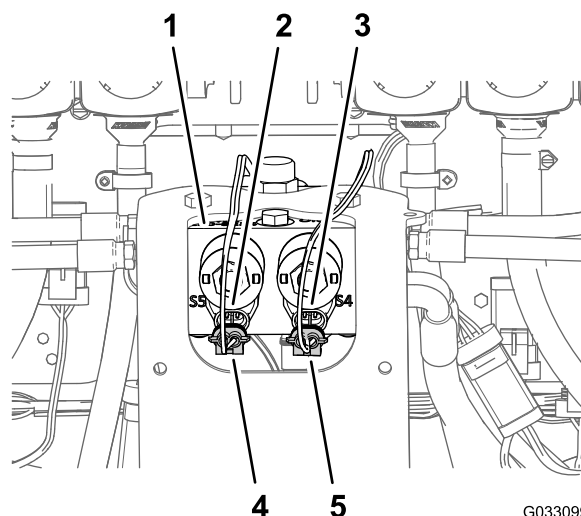

Figura 176
1. Collegate il connettore a 2 pin del cablaggio preassemblato di Sonic Boom al connettore a 2 pin del solenoide di attivazione del cilindro destro del collettore del cilindro di sollevamento (Figura 176).
2. Collegate il connettore a 2 pin del cablaggio preassemblato di Sonic Boom al connettore a 2 pin del solenoide di attivazione del cilindro sinistro del collettore del cilindro di sollevamento (Figura 176).